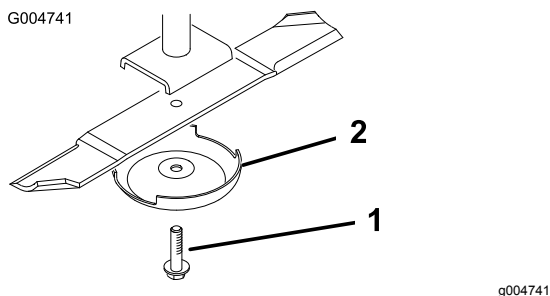

图 72
3. 卸掉刀片螺栓、防刮罩并从铰轴上取下刀片 (图 72)。